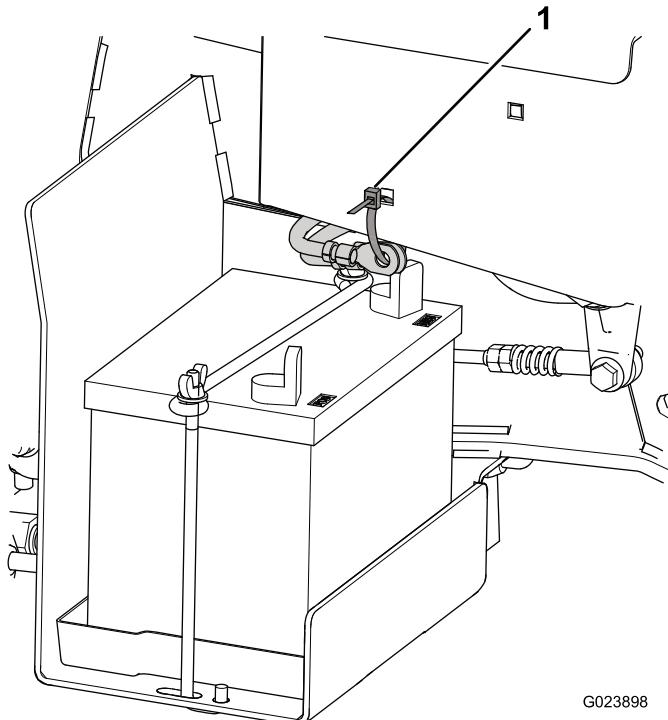

Figura 4
- Corte a braçadeira que fixa os cabos da bateria à estrutura e eliminate a braçadeira (Figura 4).